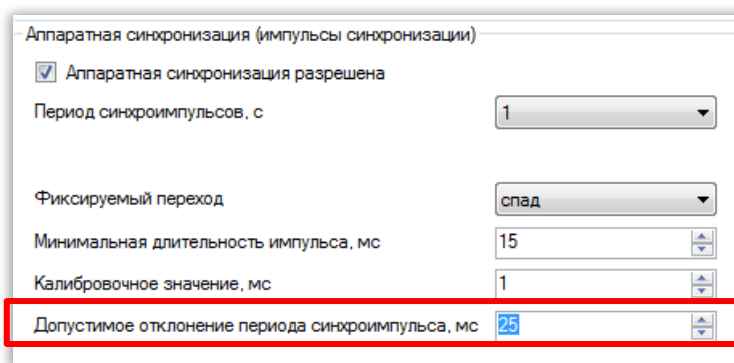

Рисунок 28 – Настройка допустимого отклонения периода синхроимпульса
9.1.8 Задать допустимое отклонение периода синхроимпульса в миллисекундах из допустимого диапазона (см. рисунок 28).